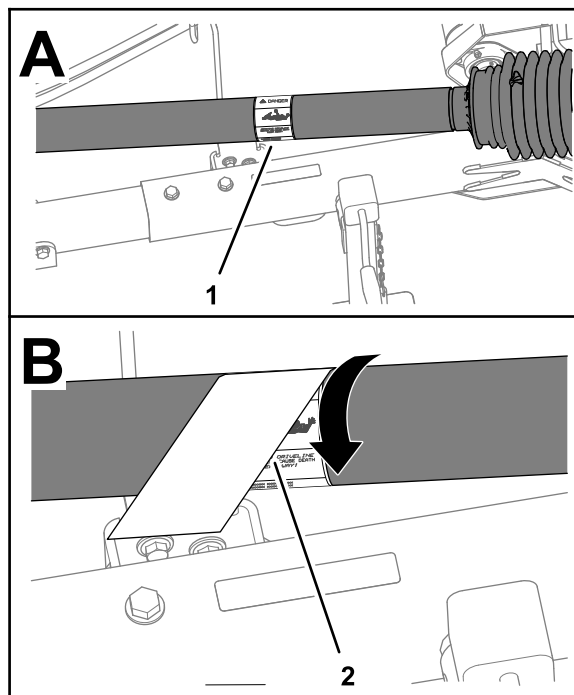

Figura 3
1. Gire el protector del árbol de la TDF para acceder a la pegatina existente de enredamiento (Figura 3).
4. Coloque la pegatina de enredamiento CE sobre la pegatina de enredamiento existente (Figura 3).